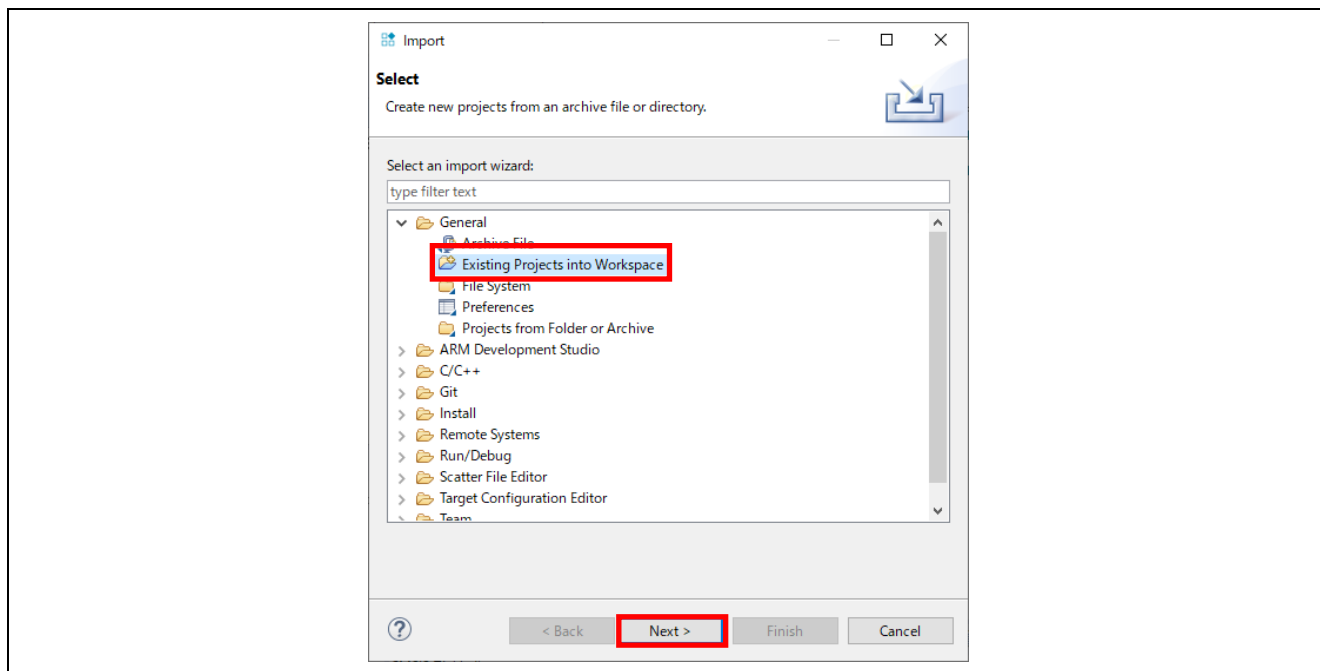

図 3-3 インポートダイアログ
- Import ダイアログで "General" → "Existing Projects into Workspace" を選択し、"Next" のボタンをクリックします(図 3-3)。